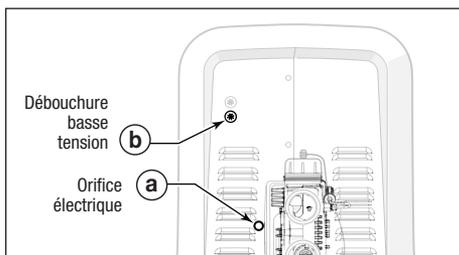

Figure 12. Orifice électrique et débouchure de tension JXiQ
2. Faire passer le faisceau électrique par l'orifice électrique situé sur le panneau latéral. Se reporter à la Figure 12 (a). Si vous utilisez la débouchure basse tension, vous devez peut-être retirer le capuchon et le remplacer par la douille pour débouchures incluse.
REMARQUE : si le numéro de série de votre réchauffeur est la révision « G » (GXXXXXX) ou une version antérieure, vous devrez utiliser la débouchure basse tension pour câbler le réchauffeur. Se reporter à la Figure 12 (b).